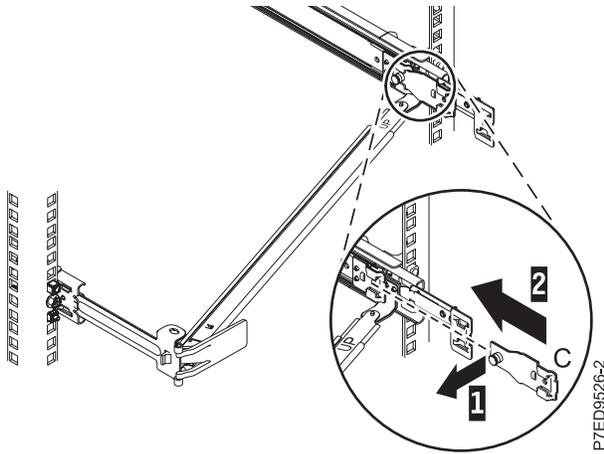

Figura 16. Instalación de la abrazadera de montaje en el riel deslizante
5. Fije la pieza de sujeción de montaje (C) en la ranura que hay en la parte interior del riel deslizante derecho tirando de la patilla hacia afuera (1), y deslizando la pieza de sujeción de montaje (C) en el riel derecho hasta que la patilla encajada por resorte quede encajada en su sitio (2), tal como se muestra en la Figura 16 en la página 13.